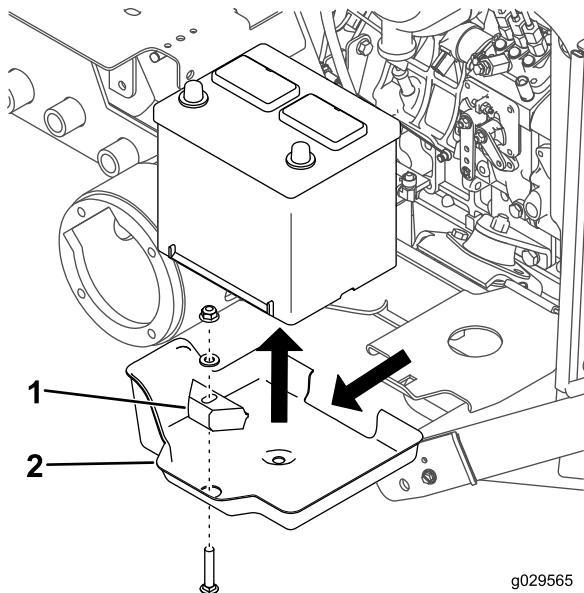

図 38
3. バッテリーを固定しているキャリッジボルト、ワッシャ、バッテリー押さえ、ナットを取り外す図 38。
4. バッテリートレイからバッテリーを取り出す図 38。
5. バッテリートレイからバッテリートレイを取り出す図 38。